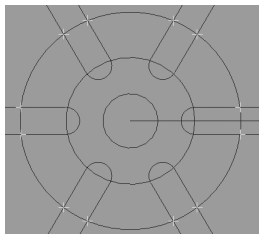

图 1-8 分割线条
13. 再次对所生成的图形进行修剪。执行 MAIN MENU → Modify → Break → At inters 选项，选中步骤 12 处理后的全部图形，然后单击 Done 确定，将图形按照交点分割，图 1-8 中所示的白色“+”表示分割点。